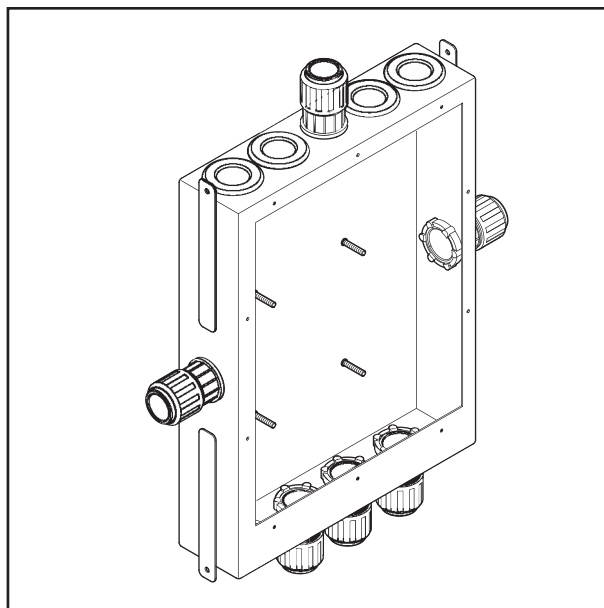

Fig. 3: Förutsättningar för montering
3. Joramark 30230 inbyggnadslåda är öppen (fig. 3).